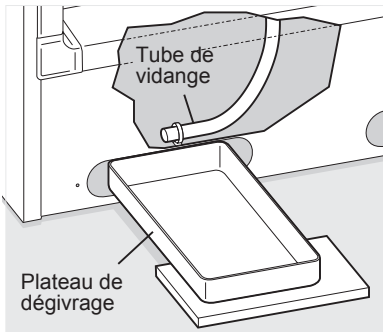

figure 1
- **Sur les modèles verticaux avec système de vidange de l'eau de dégivrage** (figure 1), enlever le bouchon de vidange au fond du appareil en le tirant directement. Pour accéder au tuyau de vidange extérieur sur les modèles munis d'un panneau inférieur, vous devez au préalable retirer ce panneau inférieur fixé au appareil par deux vis. Le tuyau de vidange est situé près du centre gauche sous l'appareil. Placez un récipient creux sous le tuyau de vidange. L'eau du dégivrage va s'y écouler. Vérifiez de temps à autre que l'eau ne déborde pas. Un demi-pouce adaptateur de tuyau de jardin peut être utilisé pour vidanger l'appareil directement dans un égout. Si votre modèle n'est pas équipé avec un adaptateur, celui peut être acheté à la plupart des magasins de matériel. Remettez le bouchon en place lorsque le dégivrage et le nettoyage sont terminés. Si le bouchon de vidange est resté ouvert, de l'air chaud peut entrer dans l'appareil.